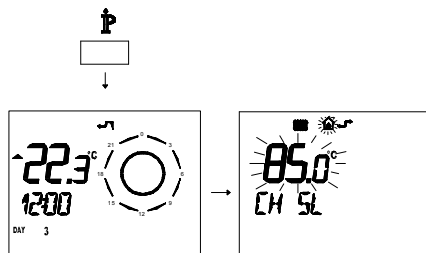

Fig. 5.67
- Premere per più di 3 secondi il pulsante per entrare in modalità **INFO** (Fig. 5.67).